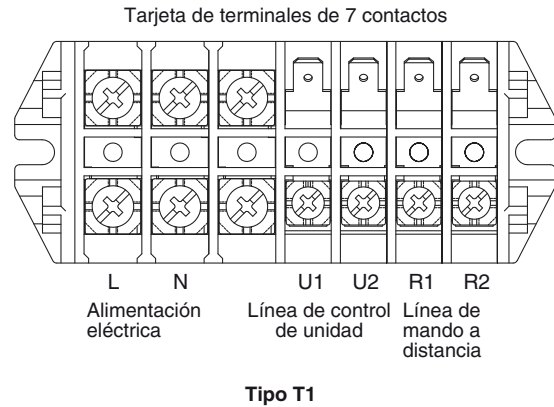

Fig. 4-2
- (1) Consulte la sección 4-2. "Longitud de cables y diámetro de cables recomendados para el sistema de alimentación" para la explicación de "A", "B", "C", "D" y "E" en los diagramas anteriores.
- (2) El diagrama de conexiones básicas de la unidad interior muestra las tarjetas de terminales, por lo que las tarjetas de terminales de su equipo pueden ser distintas de la ilustrada. (Fig. 4-2)
- (3) Deberá ajustarse la dirección del circuito de refrigerante (R.C.) antes de conectar la alimentación.
- (4) Con respecto al ajuste de la dirección R.C., consulte las instrucciones de instalación suministradas con el mando a distancia (opcional). El ajuste de la dirección automática se puede ejecutar con el mando a distancia de forma automática. Consulte las instrucciones de instalación suministradas con el mando a distancia (opcional).